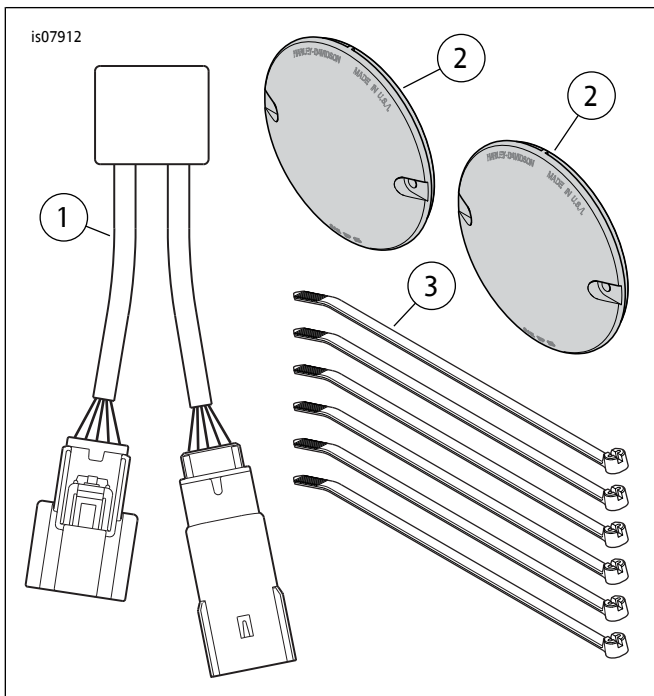

图2。维修零件：辅助刹车灯/行车灯/转向信号灯转换套件
参见图2和表1。
2. 参见图2。从套件中取出转向信号模块(1)。将模块连接器插接至来自步骤1的连接器。搭扣到位。
5. 参见图2。从套件中取出红色转向信号透镜(2)。将红色透镜安装至后转向信号灯罩。使用原厂螺丝固定。可靠拧紧。对另一个透镜重复操作。